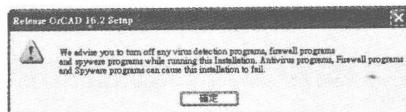

图 1.4
⑥ 接下来,系统会建议您关闭目前正在执行的杀毒或防火墙软件,以利于安装步骤的进行(如图 1.4 所示)。